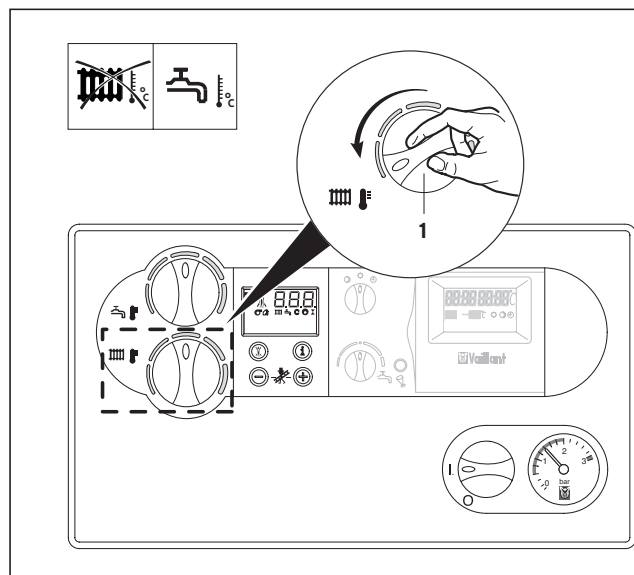

Fig. 3.17 Deconectarea regimului de încălzire (regimul de vară)
- Pentru aceasta, puneți comutatorul (1) de reglare a temperaturii agentului termic pe tur la limita din stânga (fig. 3.17).